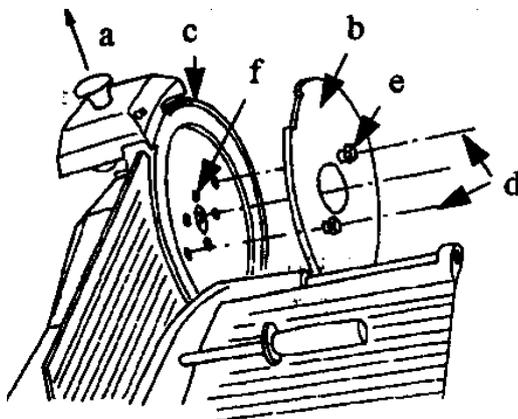

Рис. 14 Установка приспособления для демонтажа лезвия
**ВНИМАНИЕ:** Очистка лезвия следует выполнять только в металлизированных перчатках (3) с помощью влажной ткани. Для очистки обратной стороны лезвия следует его демонтировать (см. Рис. 14).